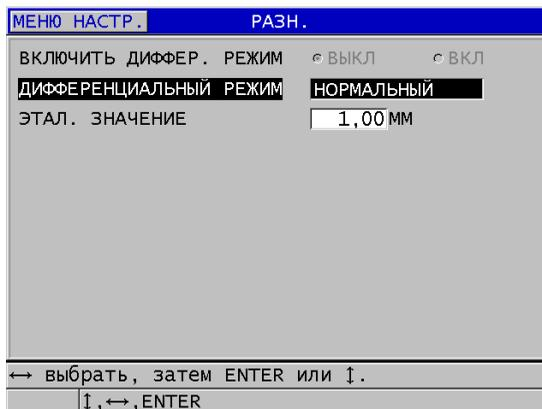

Рис. 8-2 Окно DIFF
3. На странице диалогового окна **DIFF** (см. Рис. 8-2 на стр. 133):